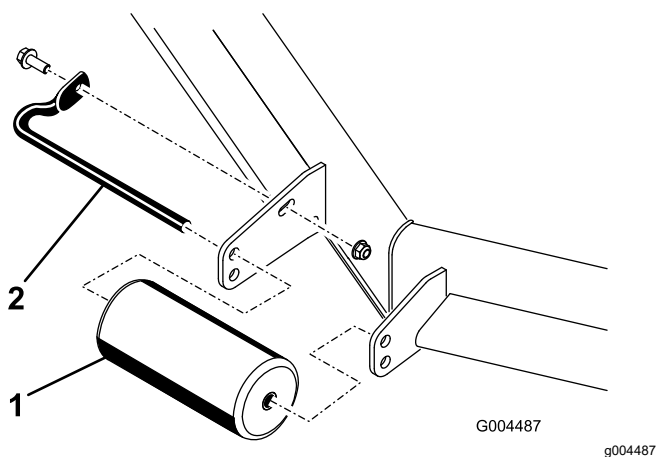
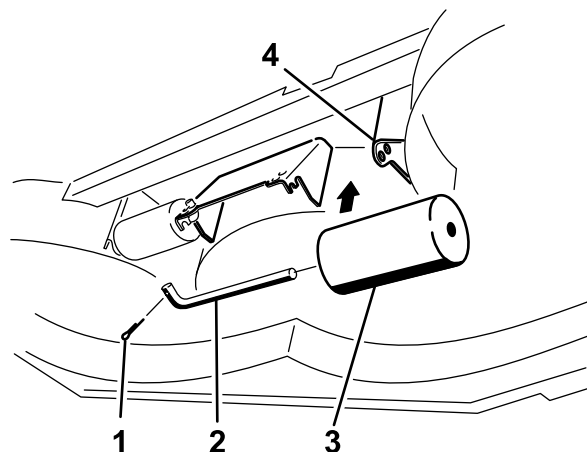

Figure 12
Figure 16
4. Retirez les fixations de chaque galet sur l'unité de coupe et montez ou abaissez les galets selon les besoins ; voir la Figure 12 à la Figure 16 selon ce qui convient à votre unité de coupe.